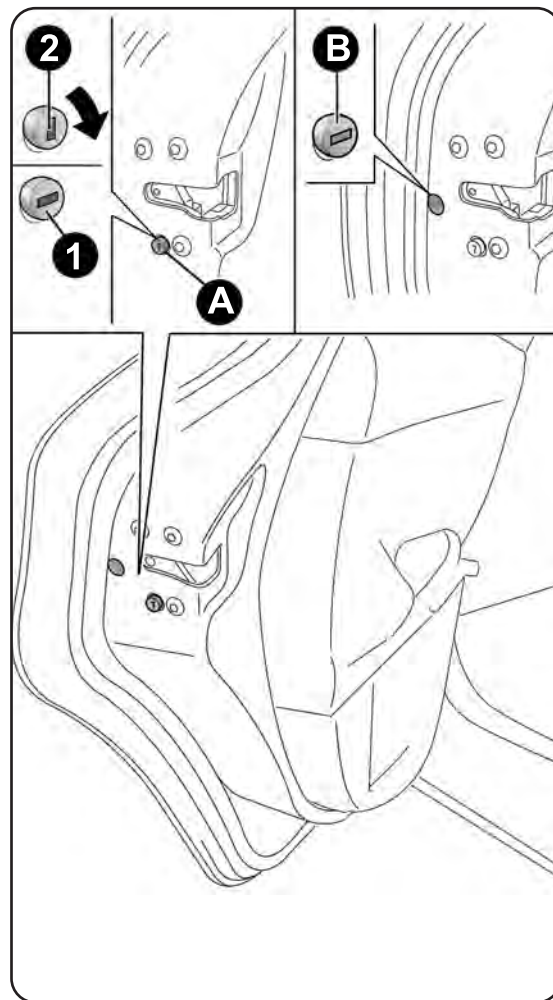

fig. 67
Il dispositivo A-fig. 67 è inseribile solo a porte aperte:
- inserisci l'inserto metallico della chiave di avviamento nella sede B-fig. 67;